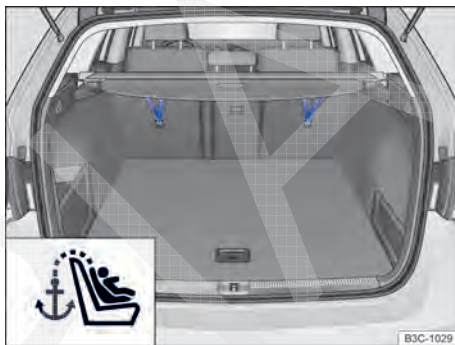

Fig. 90 Cintos de fixação superiores encaixados no compartimento de bagagem.
- Enganchar o cinto de fixação superior no compartimento de bagagem, no respectivo olhal de retenção ⇒ Fig. 90.